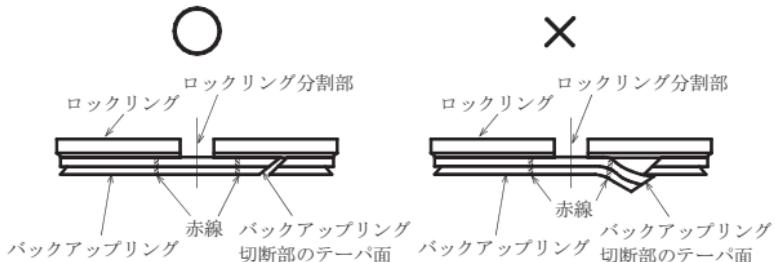

図 14 バックアップリング切断部の確認
- ② バックアップリングの切断部のテーパ面どうしが合っていることを確認する(図 14 参照)。